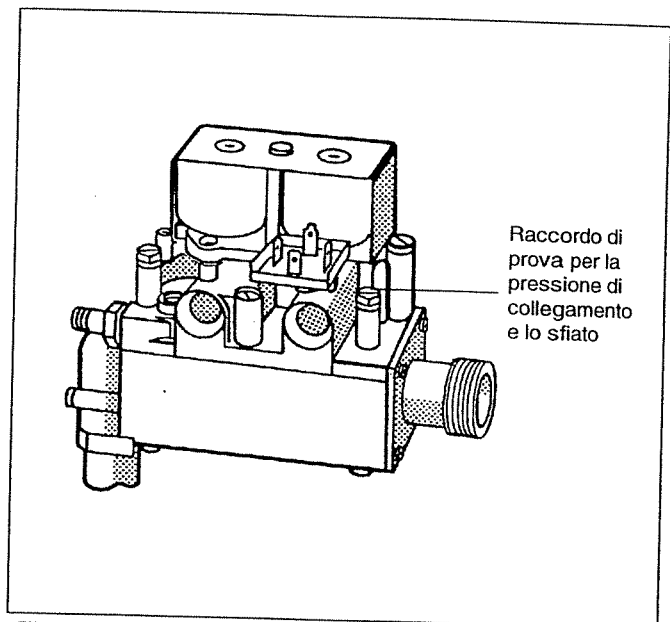
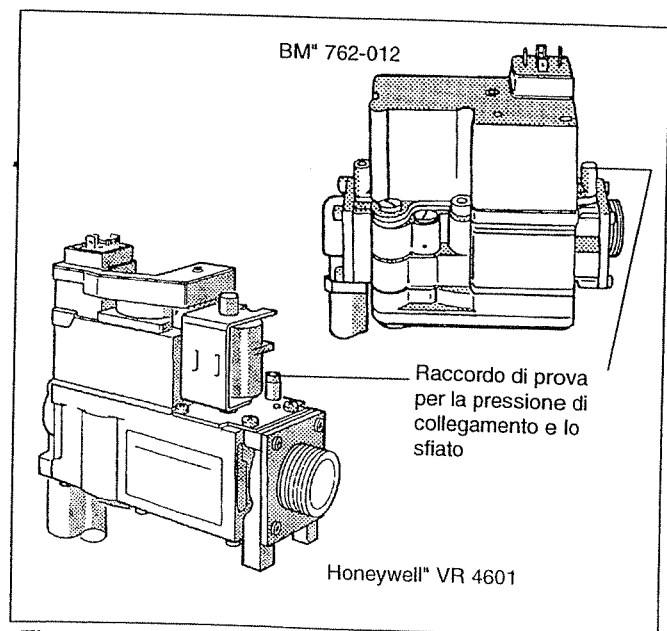

Fig. 20: Valvola bruciatore a gas "SIT" 830 Tandem
Fig. 21: "BM" 762-012 e Honeywell VR 4601
- Sfiatare la tubazione di alimentazione del gas: Allentare di due giri la vite di chiusura del raccordo di prova della pressione di collegamento e sfiatare dalla valvola del bruciatore (Fig. 20 o Fig. 21); per "SIT" 830 Tandem rimuovere la vite di chiusura. Quando non vi è più aria, richiudere la vite di chiusura del raccordo di prova.